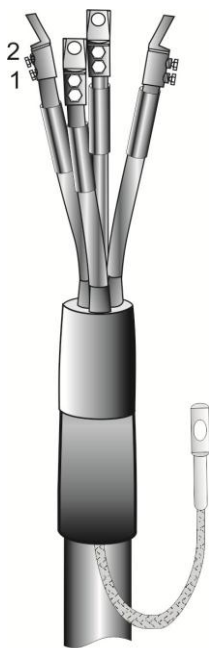

Рис.7
7. Определить длину жил по месту присоединения и обрезать. Надеть на жилы кабеля манжеты для герметизации наконечников. Замерить глубину трубчатой части наконечников и по полученному размеру снять с жил кабеля изоляцию. Оконцевать жилы кабеля винтовыми наконечниками со срывающимися головками болтов. Не срывая головок, равномерно затянуть все болты, зафиксировав жилы. Сорвать головки (очередность срыва головок болтов показана на рисунке). Обезжирить трубчатые части наконечников (Рис.7).